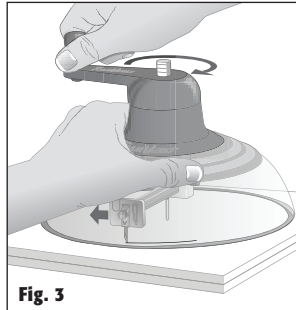

Fig. 3
- S'assurer que la lame est dans sa position la plus élevée en faisant tourner au maximum le pommeau de découpe dans le sens des aiguilles d'une montre en appliquant un mouvement continu (Figure 3). La broche de profondeur de plaque atteindra une profondeur identique à celle de la lame lors de la progression de la lame dans la plaque. Une résistance plus importante est ressentie lorsque la lame touche la chute de plaque en mousse placée sous la découpe. La découpe circulaire est à présent terminée.